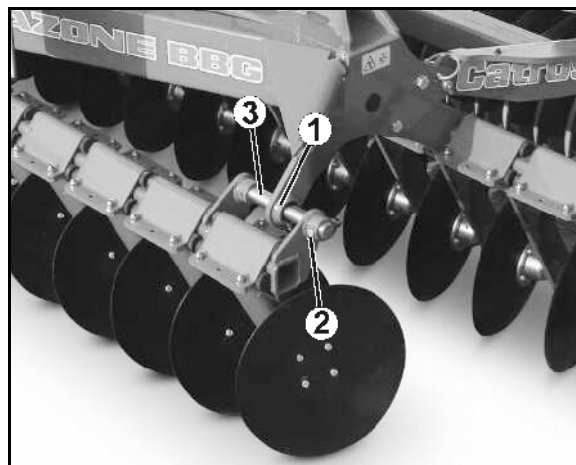

Рис. 39
Для замены подвижной опорной штанги (Рис. 39/1) поставьте разложенный агрегат так, чтобы не было нагрузки на подвижную опорную штангу.
1. Ослабьте резьбовое соединение (Рис. 39/2) смещающегося вала (Рис. 39/3).